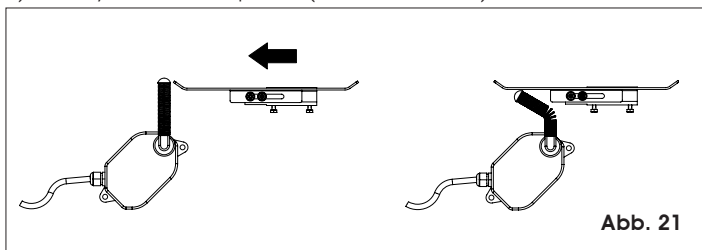

Abb. 21
- a) Das Feinblech sollte den Endschalter mit der geformten Seite aktivieren, wie in Abb. 21 dargestellt.